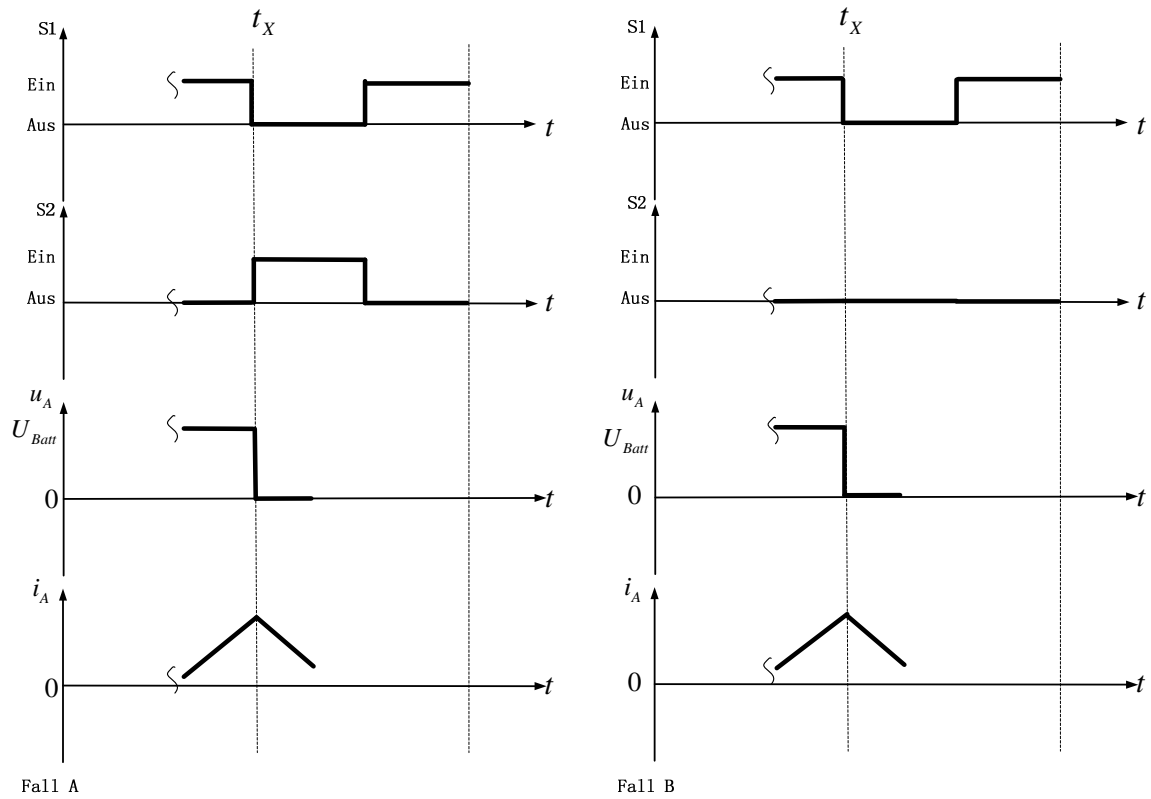

Abbildung 2.2: Zeitdiagramme
2.5 Im stationären Betrieb sind für die Fälle A und B die Verläufe der Ansteuersignale S1 und S2 der Transistoren T1 und T2 und die Verläufe der Ankerspannung u_A und des Ankerstromes i_A im Zeitabschnitt bis zum Zeitpunkt t_X in Abbildung 2.2 dargestellt. Ergänzen Sie qualitativ die Verläufe u_A und i_A im Zeitabschnitt ab t_X .